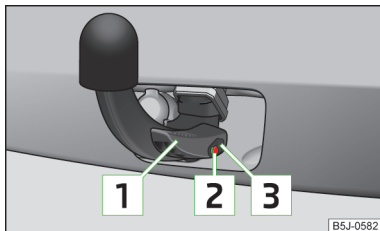

Fig. 121
- ✓ La palanca [1] está totalmente levantada » fig. 121.